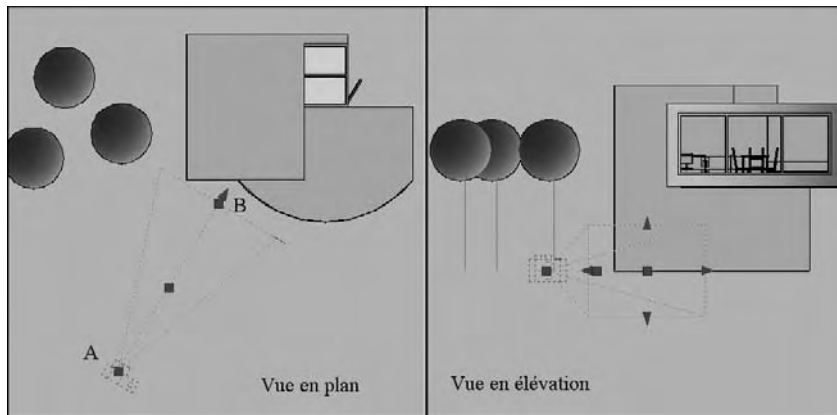

Fig.11.4
- 2 Cliquez dans le dessin pour spécifier l'emplacement de la caméra (A).
- 3 Cliquez à nouveau dans le dessin pour spécifier un emplacement cible (B).
- Une fois que vous avez terminé la configuration de la caméra, appuyez sur ENTREE. Dans ce cas la caméra est placée dans le plan XY courant (fig.11.4).